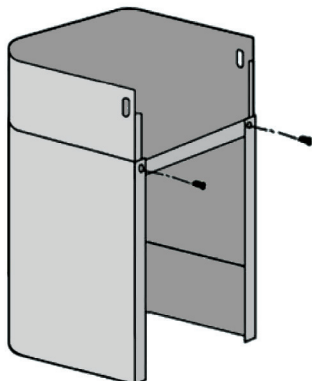

Figure 4
- Utilisez 2 vis pour fixer deux cheminées ensemble avec le support inférieur de la cheminée, assurez-vous que l'intérieur de la cheminée bouge librement (voir figure 4).